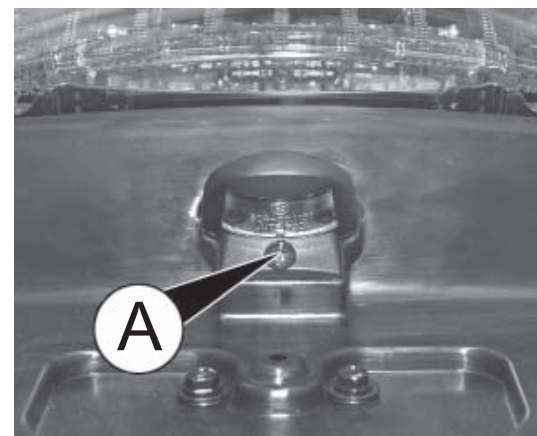

Abb. 5
- die Schraube A Abb. 5 lösen;
- die Kunststoffabdeckung wieder anbringen und die Befestigungsschraube A Abb. 5 festziehen.